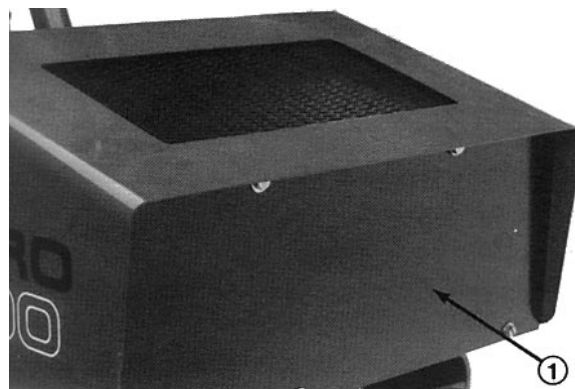

Figure 10
GRAISSAGE (Fig. 10)
1. Enlever les (5) vis qui fixent le panneau avant au châssis (Fig. 10). Localiser le graisseur à travers l'ouverture du châssis.